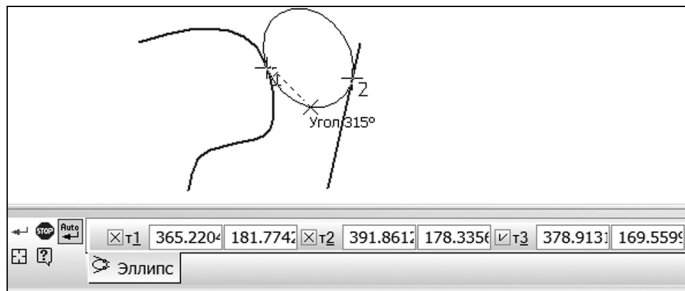

Рис. 10.47. Команда «Эллипс касательный к двум кривым»
- Кнопка **Эллипс касательный к двум кривым**  предназначена для построения эллипса, касающегося 2 кривых или прямых линий (рис. 10.47).